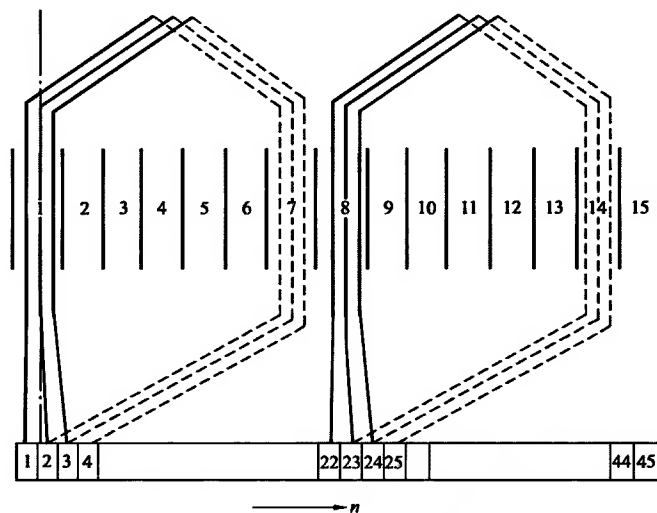

图 5-24 JIZ-19 型转子绕组展开图 (2)
7. JIZ-19 型转子绕组展开图 (2) (见图 5-24)